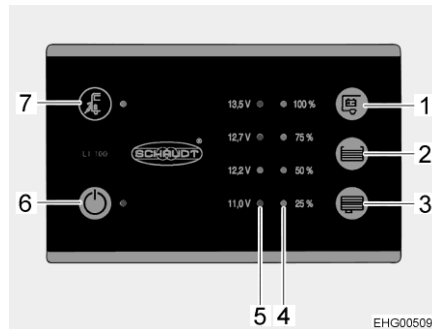

Fig. 42 Panneau de contrôle (LT 100)
La DEL jaune près du symbole de raccordement électrique "⚡" (Fig. 42,7) est allumée quand le véhicule est raccordé à une tension réseau externe. La DEL reste allumée quand le panneau de contrôle est éteint.
L'interrupteur principal 12 V (Fig. 42,6) établit ou coupe le panneau de contrôle et l'alimentation 12 V de la cellule.
- Appuyer sur l'interrupteur "⏻" (Fig. 42,6) : L'alimentation 12 V de la cellule est assurée. La DEL s'allume en vert.
- Appuyer de nouveau sur l'interrupteur "⏻" (Fig. 42,6) : L'alimentation 12 V de la cellule est coupée. La DEL s'éteint.
L'échelle DEL (Fig. 42,5) indique la tension de la batterie de cellule comme suit :
- Appuyer sur la touche "  " (Fig. 42,1) : La tension de la batterie de cellule est affichée.
L'échelle DEL (Fig. 42,4) indique le niveau de remplissage du réservoir d'eau fraîche ou de celui d'eaux usées.
Appuyer sur la touche "☰" (Fig. 42,2) : Le niveau de remplissage du réservoir d'eau fraîche est indiqué par les DEL allumées.
Appuyer sur la touche "☷" (Fig. 42,3) : Le niveau de remplissage du réservoir d'eaux usées est indiqué par les DEL allumées.